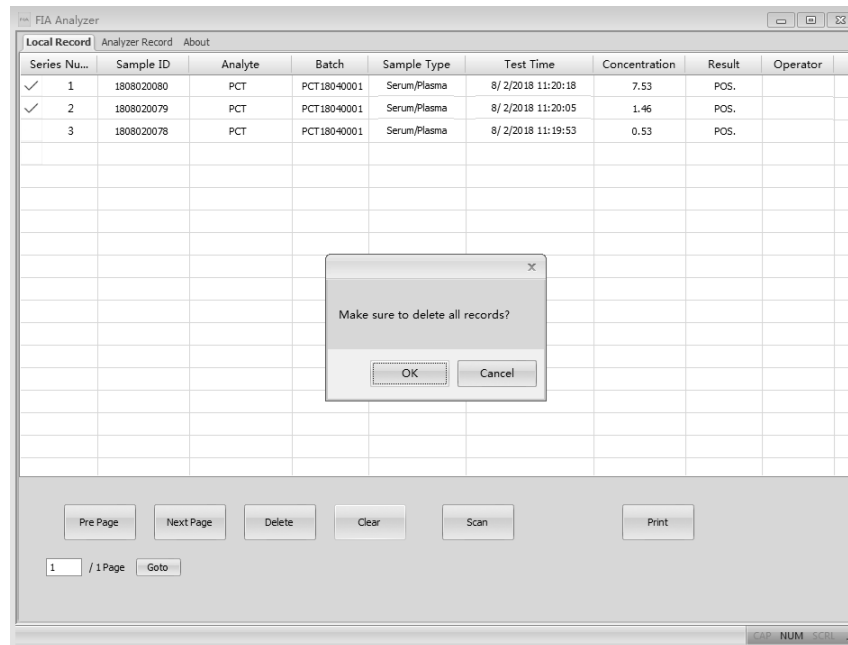

Fig 39
- “Clear”: Clique “Clear” para limpar todos os registros do sistema. (Ref Fig 39). Você receberá uma solicitação para confirmar a operação. Depois de clicar “OK”, todos os dados serão apagados.